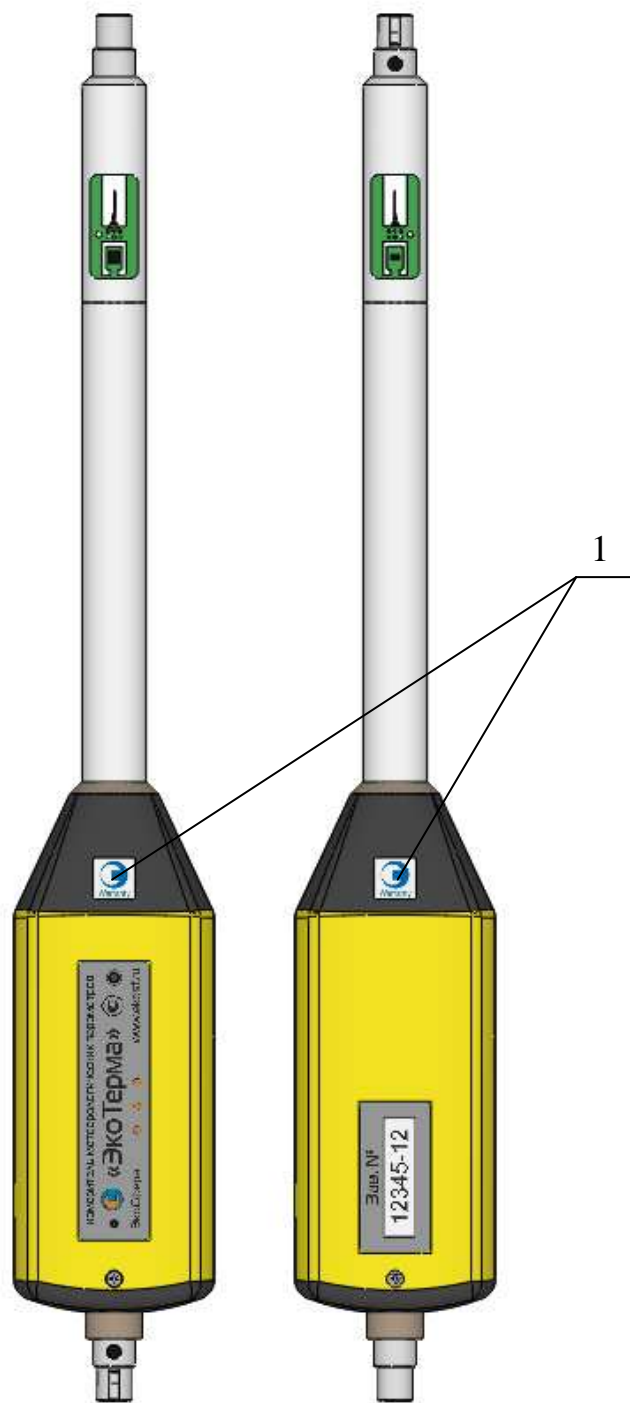

Рис.5 – Схема пломбирования измерителя
1.10.2. Пломбы должны быть установлены на винтах корпуса измерителя (рис. 5). Пломбирование измерителя производится путем наклейки бумажной метки с логотипом производителя, разрушающейся при попытке вскрытия корпуса измерителя. Нарушение пломб происходит при разборке корпуса измерителя. В случае нарушения пломбы предприятие-поставщик вправе отказаться от гарантийного ремонта измерителя.